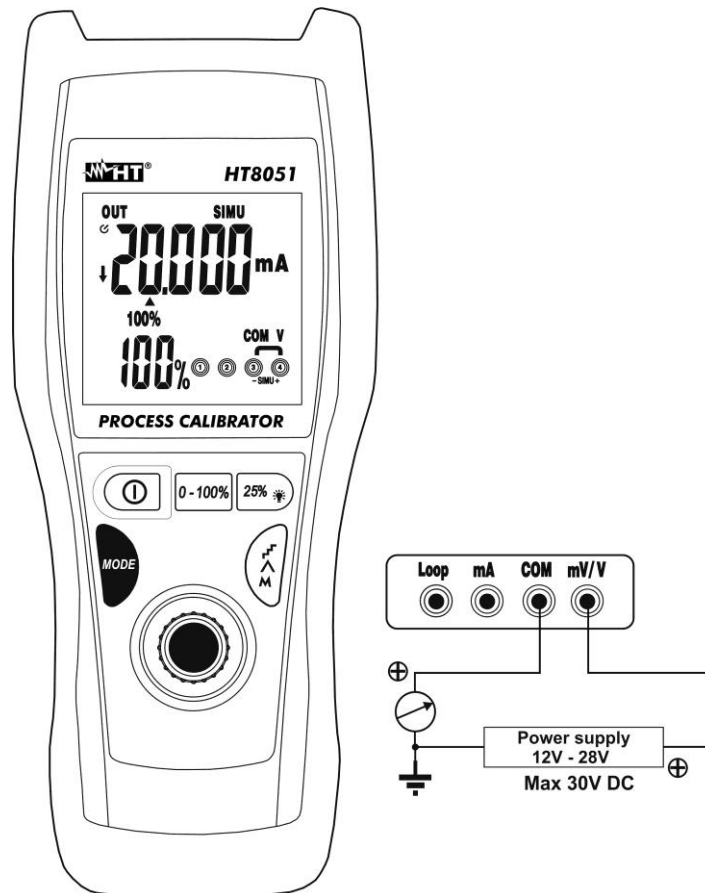

Abb. 8: Simulation eines Wandlers
5. Stellen Sie die grüne Messleitung und die schwarze Messleitung in die Punkte mit positivem Potenzial der externen Quelle und positivem Potenzial des externen Messgerätes (z.B.: Multimeter – siehe Abb. 8)
6. Zur Erzeugung des negativen Stromwerts drehen Sie die Messleitungen in die umgekehrte Richtung in Bezug auf die Verbindung in Abb. 8